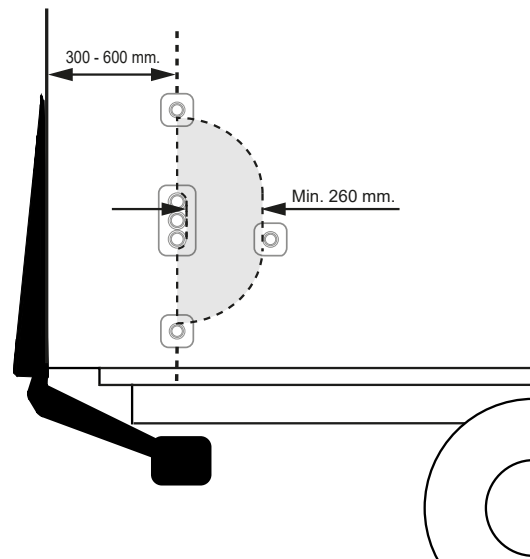

Bild 46. Montering av manöverdon CD 1 med tvåhandsfattning.
2. Avståndet mellan fordonets bakre kant och centrum på manöverdonen skall vara 300-600 mm. Avstånden mellan manöverdonen skall vara minst 260 mm. Se Bild 46.